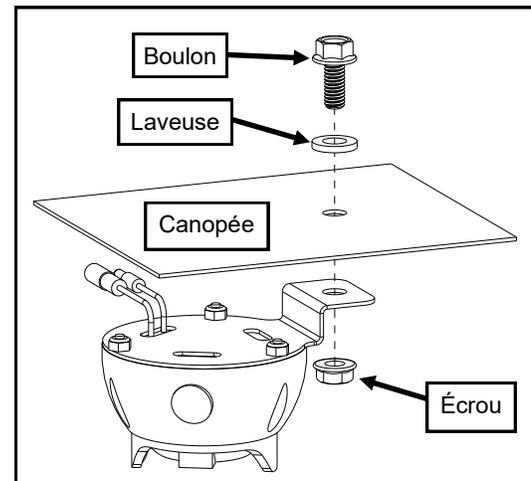

Fig. 19
19. Attachez la lumière du dôme à la verrière avec un boulon de 5/16-18 x 3/4 po de long, une laveuse en nylon et une noix comme le montre la fig. 19.